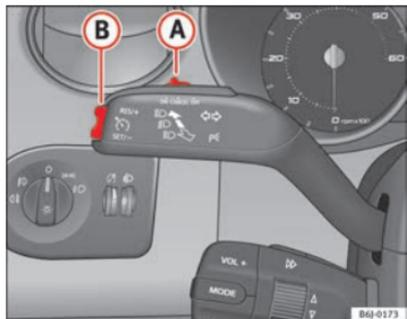

Fig. 121 Alavanca das luzes indicadoras de mudança de direcção e dos máximos: comando e botão basculante para o regulador de velocidade
- Pressione a parte superior do botão basculante **RES** ⇒ Fig. 121 **B** para aumentar a velocidade. Enquanto o botão basculante estiver a ser premido, o veículo é acelerado. Soltando o botão basculante, fica memorizada a nova velocidade.
Se se reduzir a velocidade com o pedal do travão, desliga-se o regulador de velocidade. Premindo uma vez a parte superior do interruptor **BASCLANTE RES+** ⇒ Fig. 121 **B**, pode retomar-se a regulação.